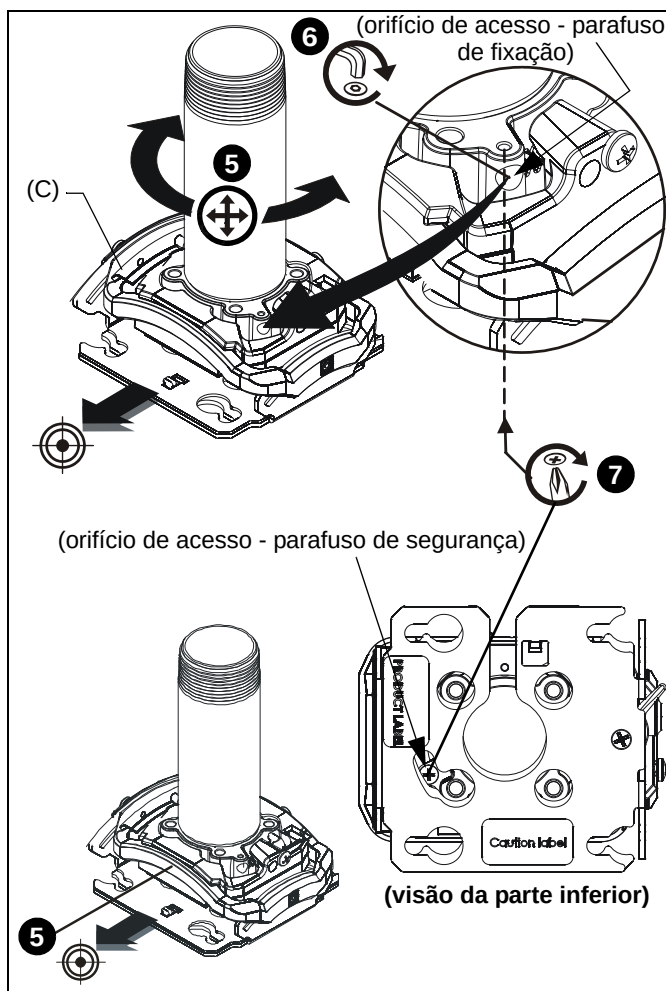

Figura 2
7. Gire o parafuso de segurança (fornecido instalado no suporte do projetor e acessado pela base do suporte do projetor) usando uma chave de fendas Phillips até que o parafuso de fixação não possa ser visto através do orifício de acesso no suporte do projetor. (Veja a figura 2)